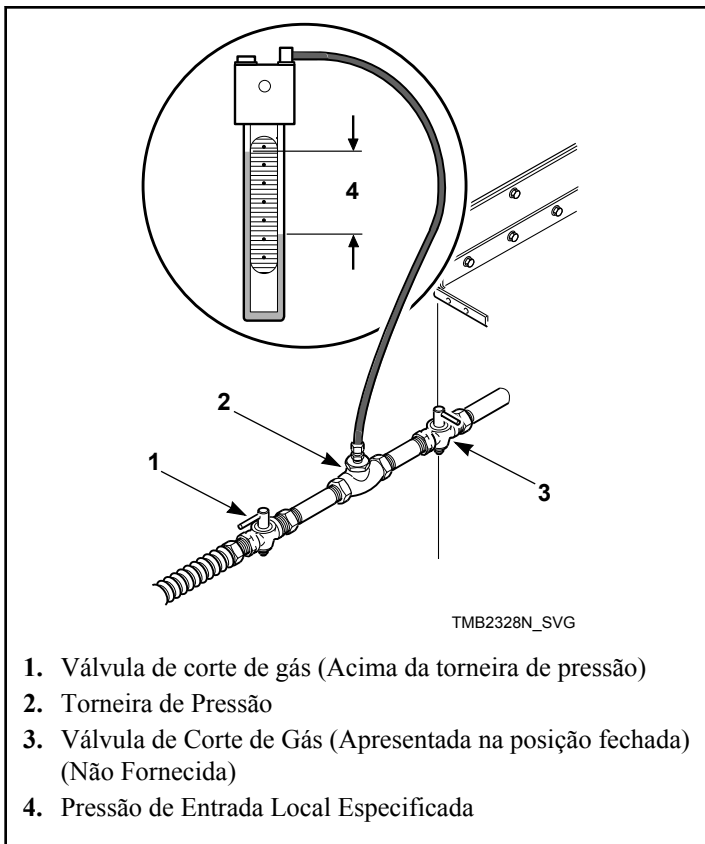

Figura 14
1. Desligue a alimentação da máquina de secar. Desligue a válvula de corte do gás da máquina de secar. Consulte a *Figura 14*.